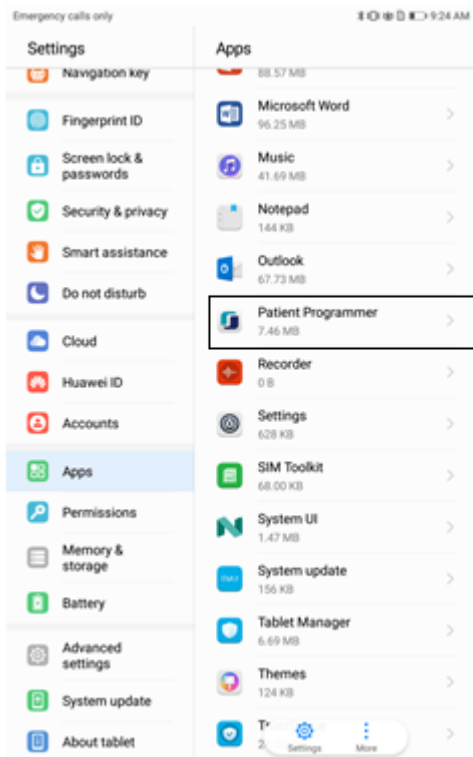

FIGURA 10: Interfaz de aplicaciones: icono del programador del paciente.
4. Desplácese para encontrar el icono Programador de pacientes (Figura 10);